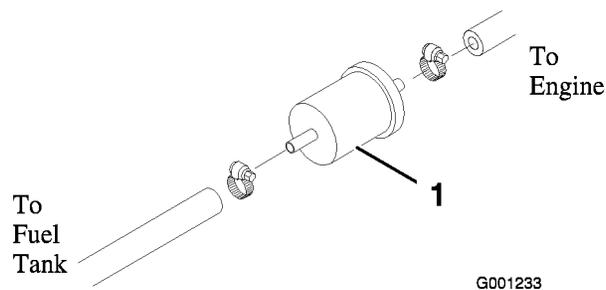

図 51
燃料タンクと燃料ポンプの間に燃料プレフィルタ (図 51) があります。このフィルタは 400 運転時間または1年間のうち早く到達した時期に交換します。
1. フィルタを外した時に燃料がもれないように、フィルタ前後のホースにクランプを掛ける (図 51)。